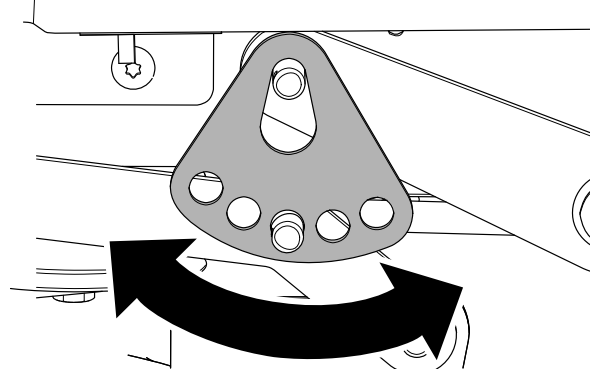

Figura 71
8. Installate la rondella e la coppiglia (Figura 71).